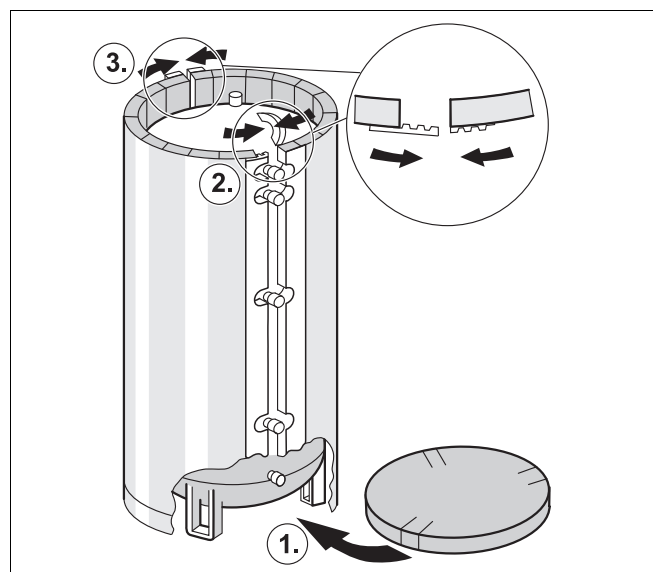

Fig. 5 Protecție termică
- Amplasați șabilele crestate ale izolației termice pe podea, cu creșturile în zona picioarelor boilerului (Fig. 5).
- Amplasați izolația termică perforată pe corpul rezervorului astfel încât tiparul de găuri să fie suprapus perfect pe racorduri (Fig. 5).
- Uniți și închideți capetele izolației termice (Fig. 5).